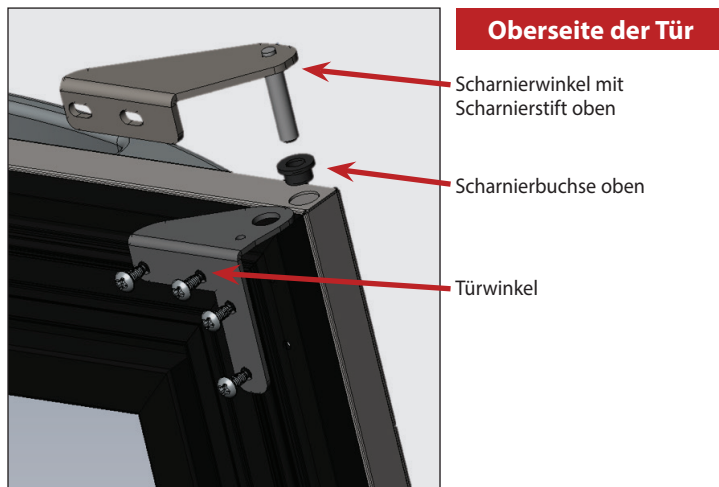

Abb. 4a Komponenten oberes Scharnier
1. Sämtliche Armaturen von der Tür entfernen, mit Ausnahme des Türgriffs (siehe Abb. 4a und 4b). Die Türwinkel zur Seite legen.